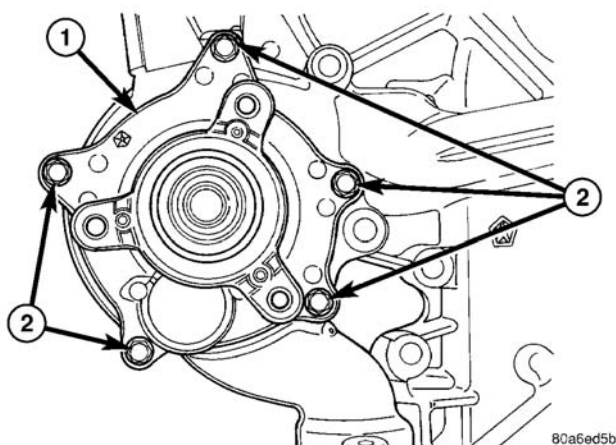

图 29 水泵螺栓-3.3/3.8L 发动机（皮带轮没有画出）
- （6）确定水泵皮带轮的位置，以便能接触到水泵固定螺栓。卸下水泵固定螺栓（图 29）。